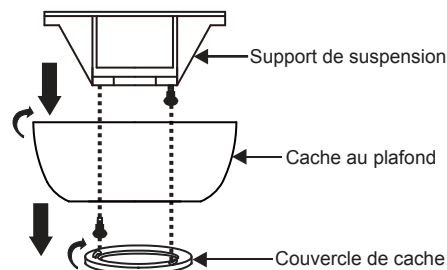

Fig. 5
Étape 1. Retirez le couvercle du fond du cache décoratif en tournant dans le sens antihoraire.(Fig. 5)
Étape 2. Retirez le support de montage au plafond du cache en enlevant (mais en la conservant pour la suite) l'une des deux vis. Desserrez la vis restante d'un demi-tour. (Fig. 5)